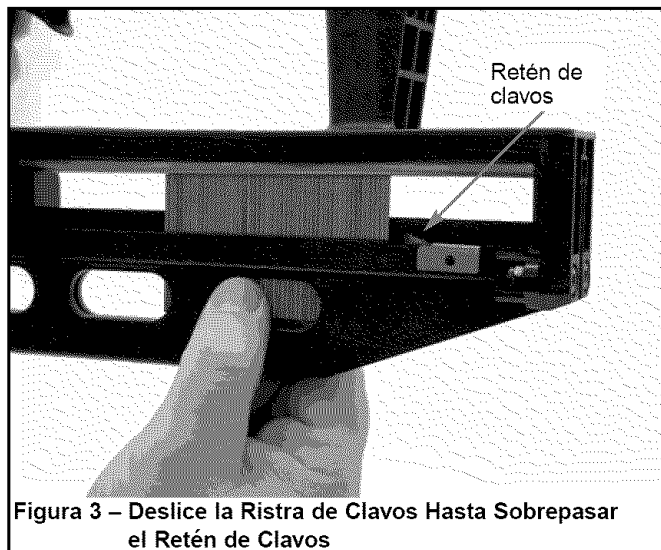

Figura 3 – Deslice la Ristra de Clavos Hasta Sobrepasar el Retén de Clavos
- Deslice la ristra de clavos hacia la parte frontal del depósito, asegurándose que la ristra sobrepase el retén de clavos (véase la Figura 3).